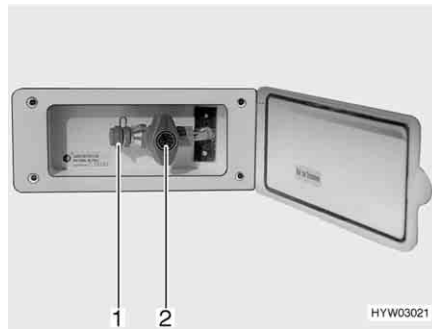

Fig. 149 Toma exterior de gas, válvula de paso de gas cerrada
La toma externa de gas (Fig. 149) está, en función del modelo, en la parte trasera o en el lado izquierdo o derecho del vehículo.
- Conectar el aparato de gas externo en el punto de conexión (Fig. 149,1).
- Abrir la válvula de paso de gas (Fig. 149,2).